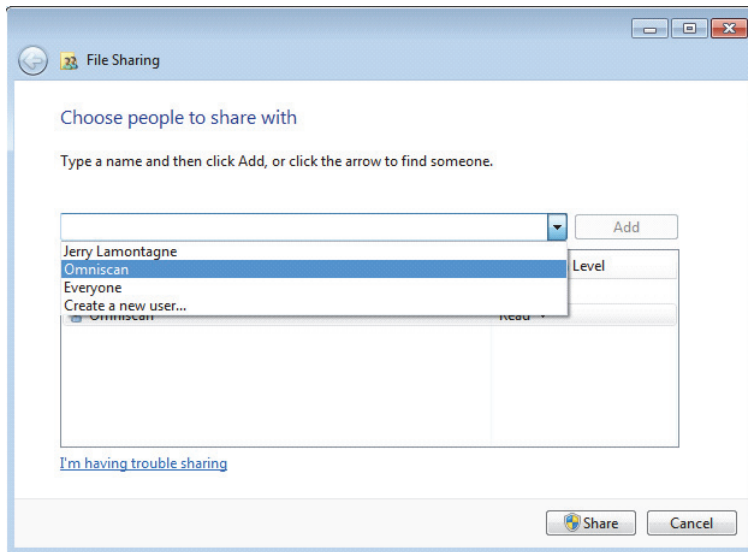

Figura 7-28 Cuadro de diálogo File Sharing (Windows 7)
5. En el cuadro de diálogo **File Sharing** (Uso compartido de archivos) [véase la Figura 7-28 en la página 238], seleccione **Omniscan** y, después, haga clic en el botón **Add** (Agregar).